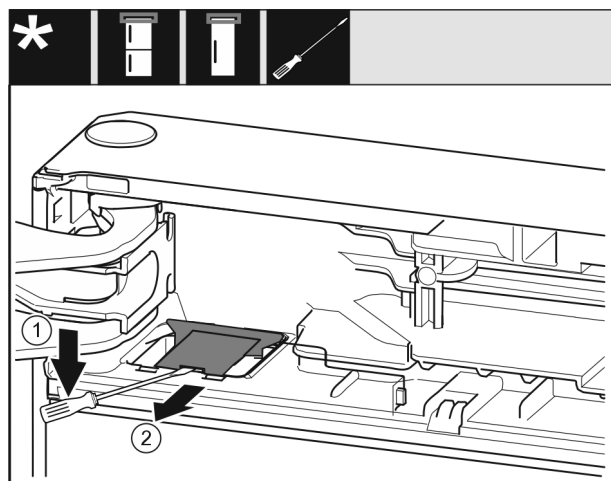

Fig. 10
- Avec un tournevis plat détacher et garder le cache. *Fig. 10 (1)*
- Sortir le cache. *Fig. 10 (2)*